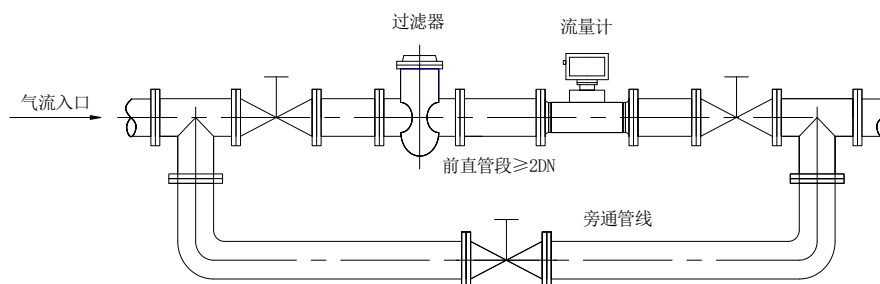

图5 旁通管道安装图
5.8 为了不影响流体正常输送，可按图 5 安装旁通管路，在正常使用时必须关闭旁通管道阀门；